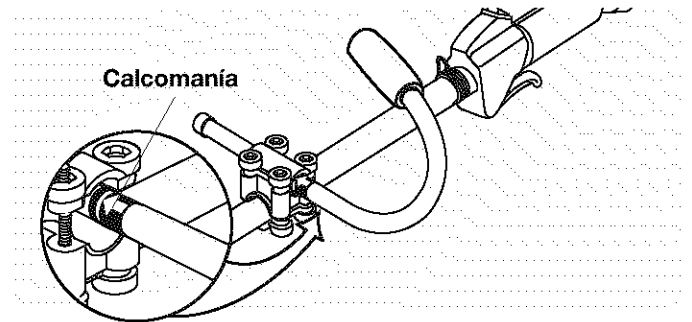

Fig. 2
7. Deslice la manija auxiliar hacia dentro o hacia fuera hasta que la flecha o línea blanca de la calcomanía toque el ensamble de abrazaderas (Fig. 2).